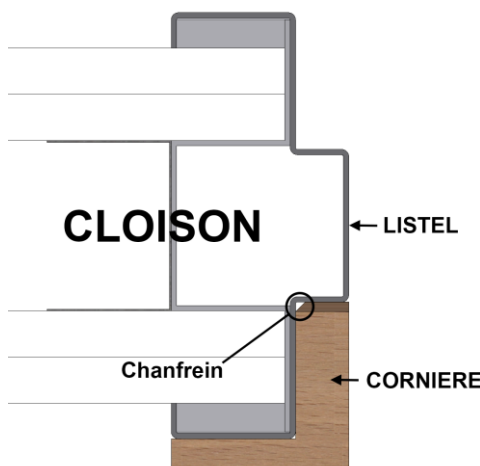

Figure 2
- **Cornière :** Retirer le film adhésif du double-face et emboîter la cornière au montant de l'huissérie en l'appuyant contre, côté le plus court en fond de feuillure contre le listel (voir **figure 2** à la page 9)
- **Cornière :** Retirer le film adhésif du double-face et insérer la cornière d'habillage entre les deux autres cornières déjà en place sur les montants, en l'emboîtant à l'angle de la traverse côté double face recouvrant ainsi le parement et comblant la feuillure de l'huissérie existante (voir **figure 2** à la page 9)